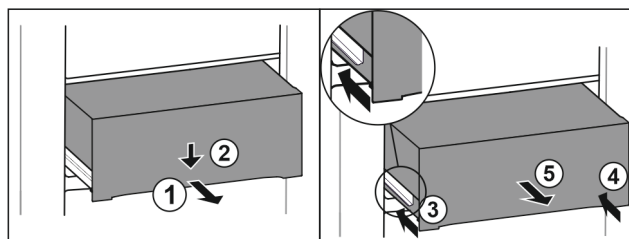

Fig. 90
- ▶ Estrarre il cassetto a metà. Fig. 90 (1)
- ▶ Premere il cassetto sul lato anteriore verso il basso. Fig. 90 (2)
- ▶ Spingere la guida sinistra di circa 2 cm verso l'interno. Fig. 90 (3)
- ▶ Spingere la guida destra di circa 2 cm verso l'interno. Fig. 90 (4)
- ▶ Rimuovere il cassetto tirandolo in avanti. Fig. 90 (5)